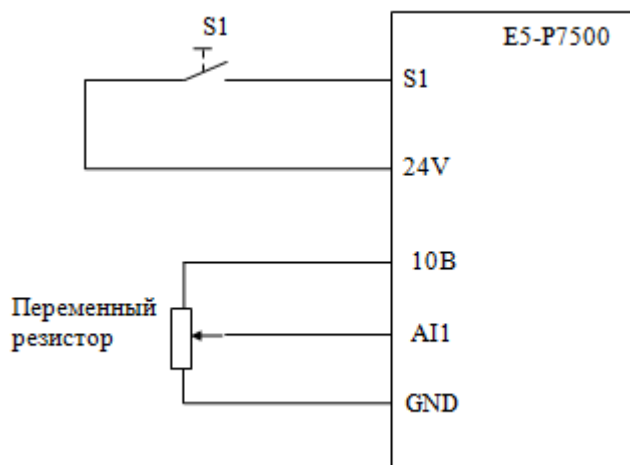

Рис.28. Схема подключения цепей управления
9.1.2.5. Выполнить подключение цепей управления ПЧ в соответствии со схемой, приведенной на рис.28. Аналоговый сигнал от весов (0-10В) будем имитировать при помощи переменного резистора, где 10В соответствует 100% веса, а 0В 0% веса.